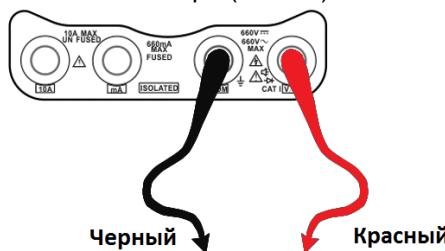

Рис.42
- Подключить черный щуп к разъему “**COM**”, а красный щуп к разъему “**V/Ω**” CCTV-тестера (Рис.42)